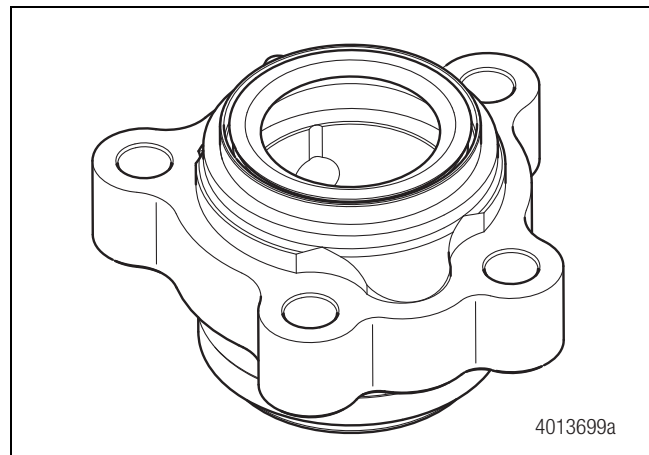

Figura 11.40
5. Coloque el portabuje apernado en un tornillo de banco u otro dispositivo adecuado para sujetarlo firmemente a la hora de retirar los sellos y el buje. Figura 11.40.